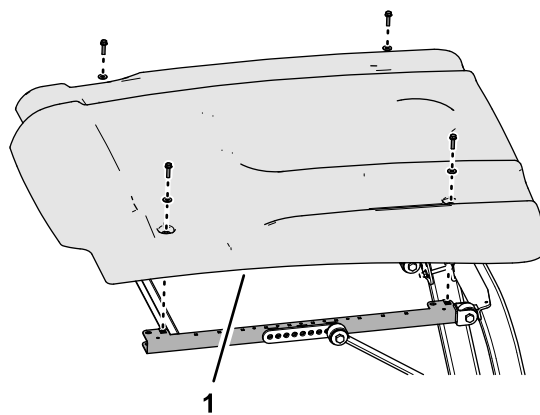
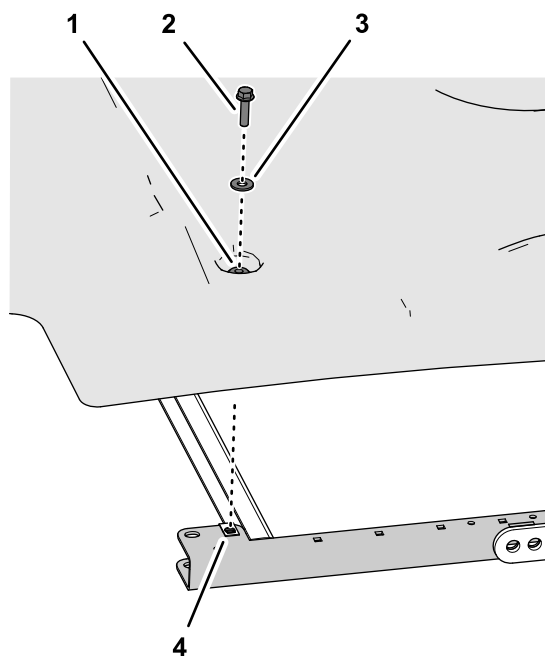

Рисунок 1
Рисунок 2
1. Удалите 4 болта с фланцевыми головками (5/16 x 1¼ дюйма) с 4 шайбами (5/16 дюйма), которые крепят солнцезащитный навес к боковым швеллерам рамы (Рисунок 1 и Рисунок 2).
2. Снимите солнцезащитный навес с машины (Рисунок 1).